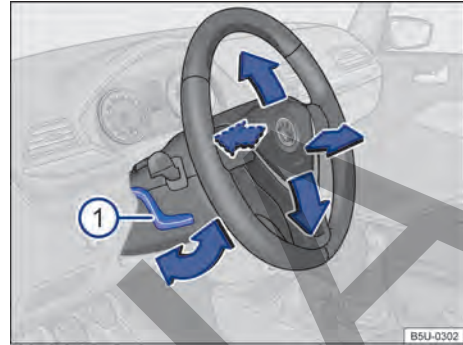

Fig. 61 Ajustar la posición del volante.
- Empujar la palanca → fig. 61 ① hacia abajo y colocar el volante en la posición deseada.